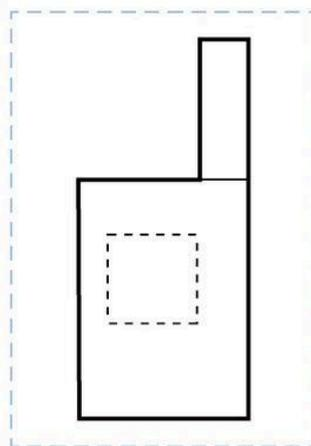

Рис. 6.13
8. Обведите контур чертежа нагрудника и нижней части фартука основной линией, а месторасположение кармана — штриховой линией (рис. 6.13).